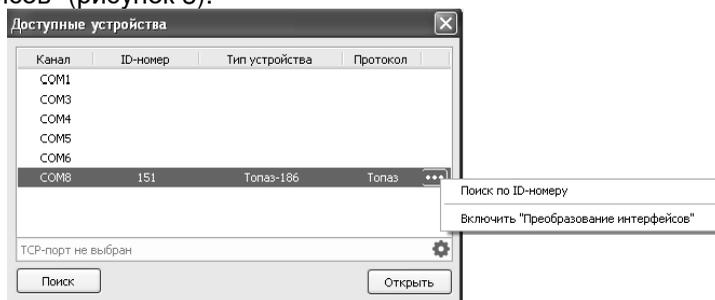

Рисунок 3
- нажать кнопку  и выбрать "Включить преобразование интерфейсов" (рисунок 3).